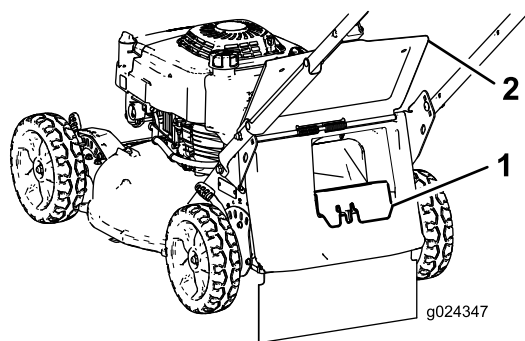

Figura 17
- Se il coperchio dello scarico posteriore non è installato, afferratelo dalla maniglia, sollevate il deflettore posteriore e inseritelo nel condotto di scarico posteriore fino a bloccare il fermo in posizione (Figura 17).
1. Deflettore posteriore      3. Tacca (2)
2. Estremità dell'asta del cesto (2)      4. Cesto di raccolta
3. Rimuovete il coperchio di scarico posteriore premendo il fermo con il pollice ed estraendo il coperchio dalla macchina (Figura 17).